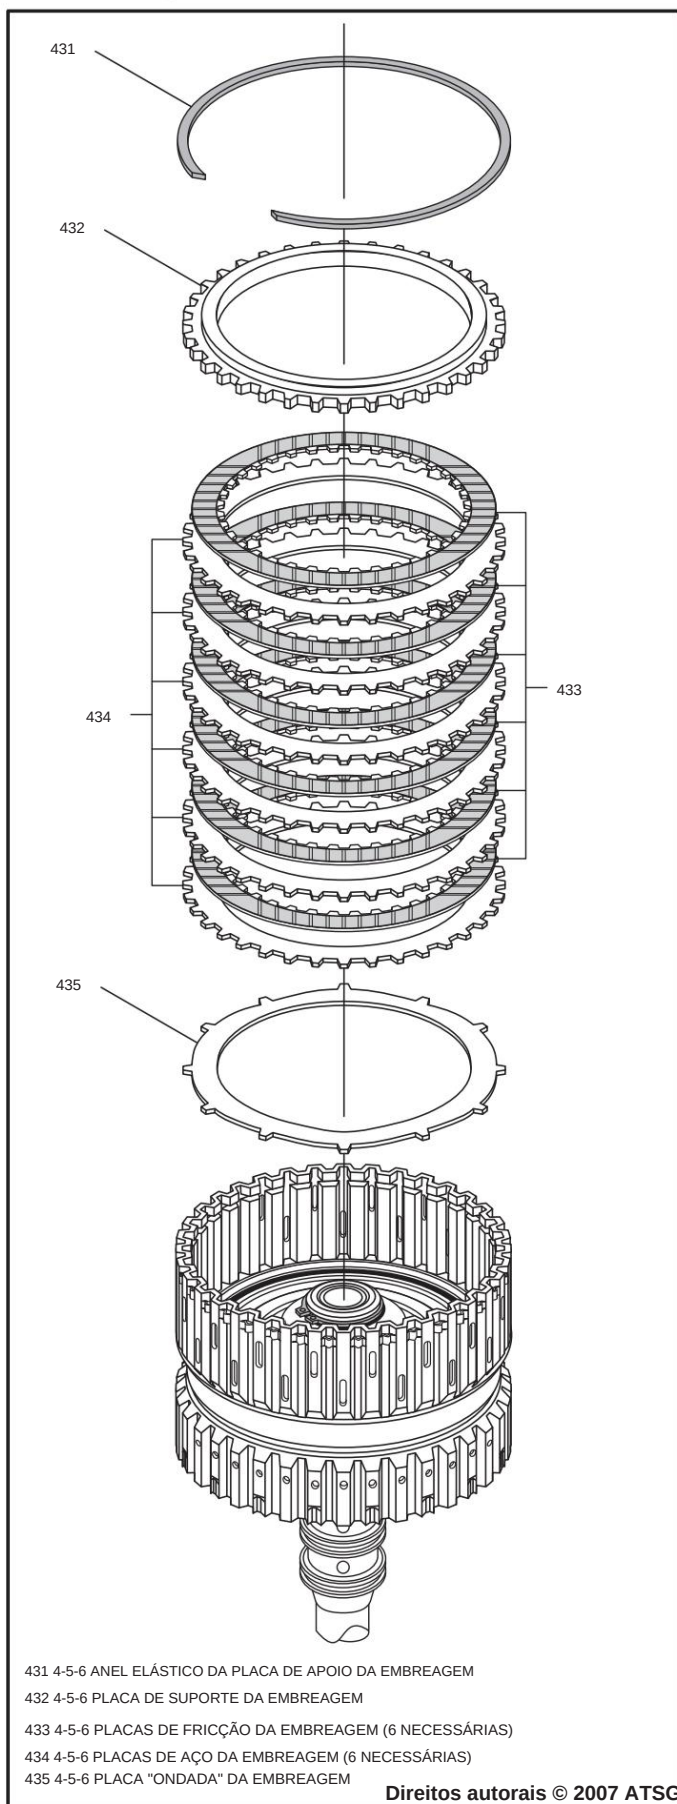

Figura 78
11. Instale a placa "onda" da embreagem 4-5-6, conforme mostrado na Figura 78.
12. Instale as placas de embreagem 4-5-6 começando com uma placa de aço e alternando com a placa de fricção até instalar 6 de cada, conforme mostrado na Figura 78.
13. Instale a placa traseira da embreagem 4-5-6, conforme mostrado na Figura 78.
14. Instale o anel elástico seletivo da placa traseira da embreagem 4-5-6, conforme mostrado na Figura 78.